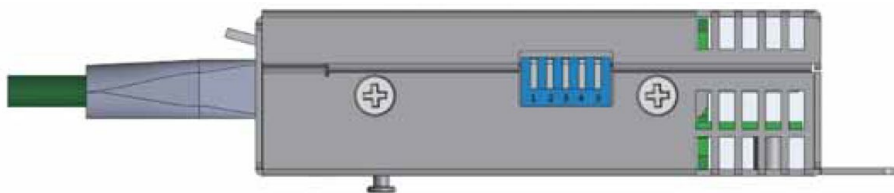

Рис. 3-24. DIP-переключатель
- ② Установите для датчика температуры и влажности DIP-переключатель. Внешний вид датчика показан на **рис. 3-24**. Параметры настройки приведены ниже в таблице **3-1**.